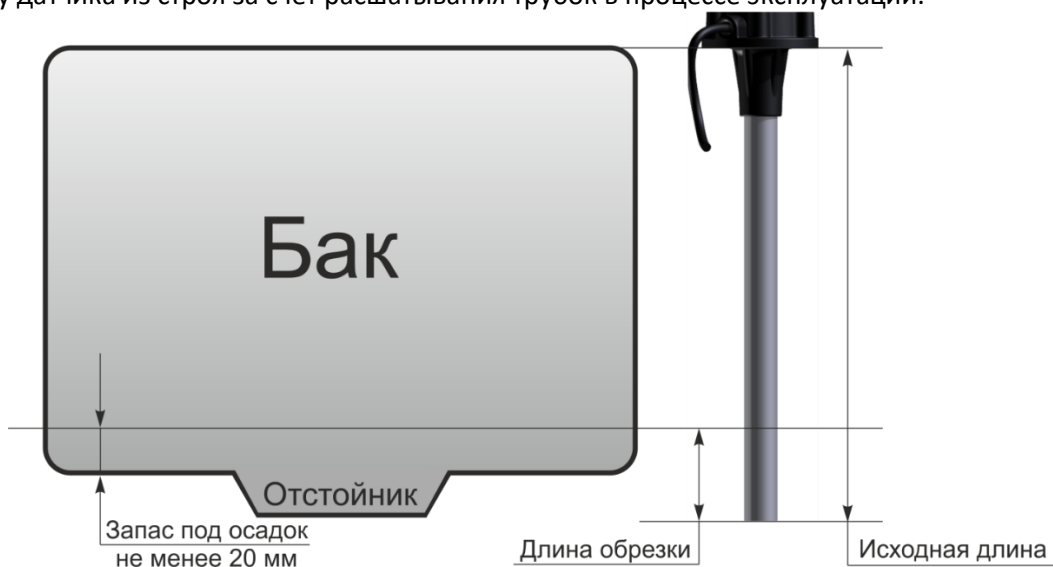

Рисунок 11 – Схема обрезки датчика
2. Обрезать датчик до требуемой высоты – см. рис. 11. Ножовкой отпилить алюминиевые трубки по высоте бака, оставив между концом датчика и дном бака не менее 20 мм под скопление воды и грязи. Тщательно вычистить алюминиевые опилки между трубками. Снять с трубок фаски.